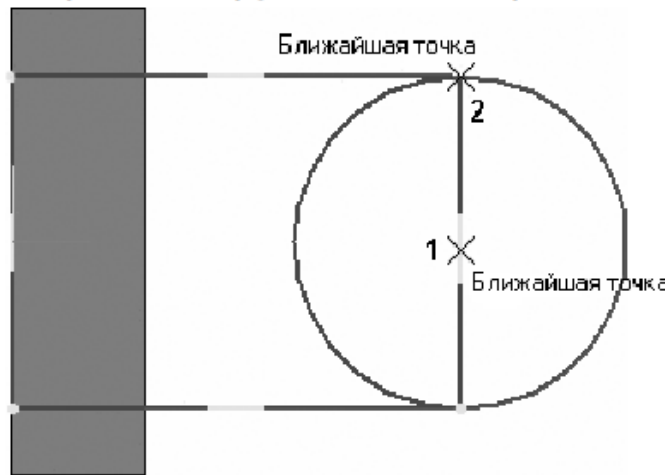

Рисунок 19.
6. С помощью привязки Ближайшая точка укажите точку 2, через которую должна пройти окружность (рис. 19).